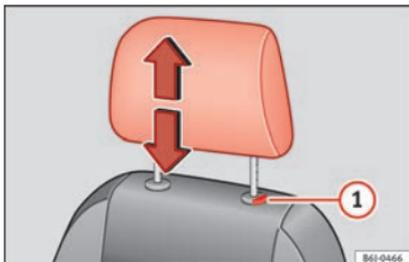

Fig. 141 Poggiatesta anteriore: regolazione o smontaggio.
- Premere la sicura ① » **fig. 141** ed estrarre il poggiatesta.